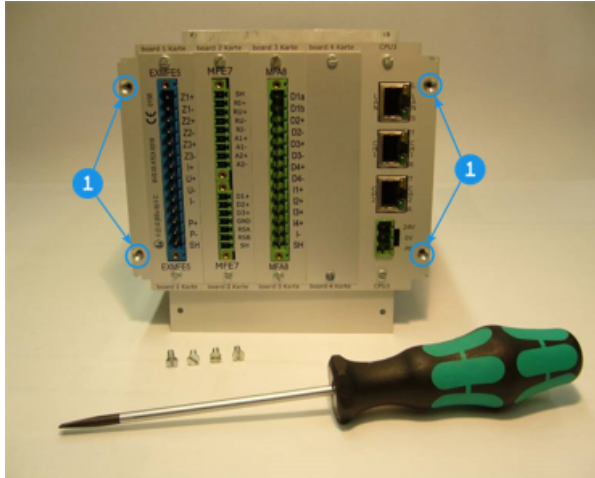

Abb. 6-2: Rückseite des Gerätes (Beispiel), Befestigungsschrauben sind entfernt
- ▶ Setzen sie die Karte mit der Seite für den Prozessanschluss in die Ausparung der Rückwand ein (blauer Stecker bei Ex-Karten, sonst grüner Stecker, ⇔ Abb. 6-2: Rückseite des Gerätes \(Beispiel\), Befestigungsschrauben sind entfernt (S. 58).
⇨ Abb. 6-2: Rückseite des Gerätes \(Beispiel\), Befestigungsschrauben sind entfernt (S. 58)